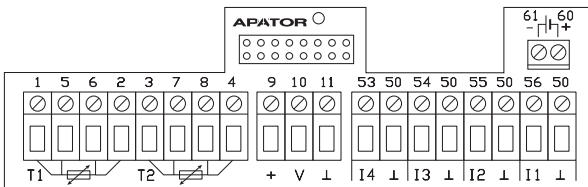

Fig. 14
- calculador con un bornero para el sensor de temperatura de 4- hilos, un bornero para la conexión del sensor de caudal principal y un bornero para la conexión de 4 dispositivos adicionales (Fig. 14).
Al medir con sensores de 4- hilos (Fig. 14), El sensor T1 debe conectarse al conector marcado con los números 5, 6 y 1, 2, mientras que el sensor T2 - a conector no. 7, 8 y 3, 4